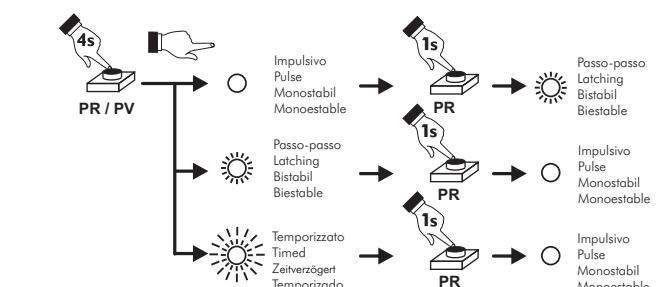

Fig. 4
**4C - Cambio del funcionamiento del relé rojo RR (relé verde RV) (Fig. 4)**